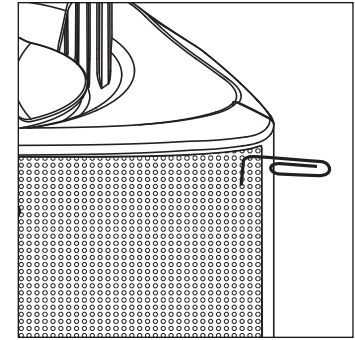

FIGURA 5: Quite la rejilla con un clip.
1. Separe las piezas del altavoz: Quite los soportes y las perillas de soporte. Quite cuidadosamente la rejilla enganchándola con un clip doblado y jalándola con cuidado para separarla de la caja [figura 5].